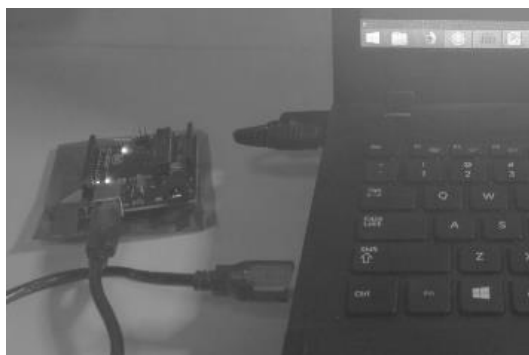

图 1-10 Arduino UNO 开发板和电脑的连接
(1) 用配备的 USB 数据线将 Arduino UNO 开发板和电脑的 USB 接口连接起来，如图 1-10 所示。